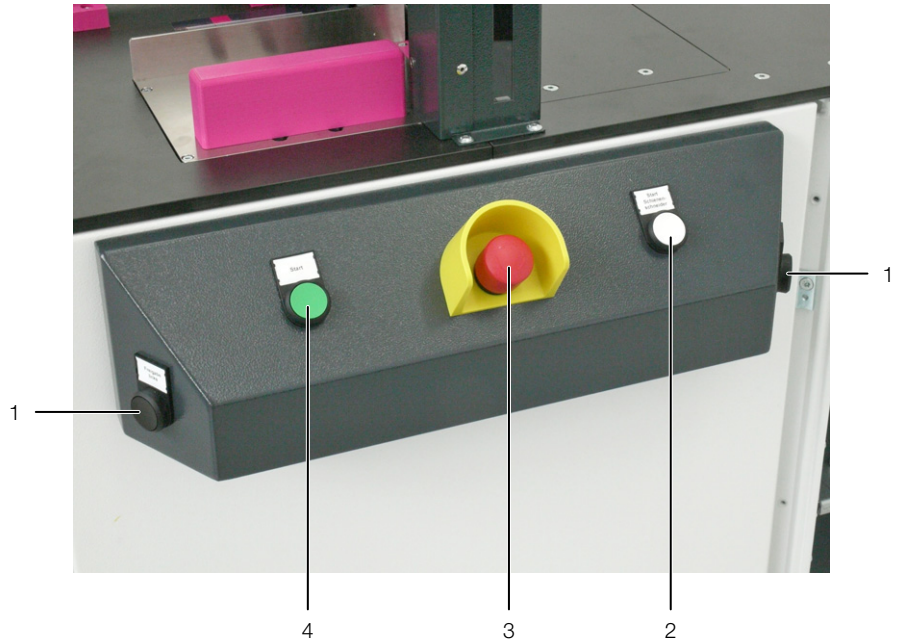

图 3: 操作控制台上的操作元件
- 5 操作控制台（图 3）
在操作控制台上安装有一个紧急停止按钮，通过操作该按钮可以针对所有过程中断电源供应（图 3，位置 3）。操作面板和图形式用户界面仍然接通电源。
通过“双手通道”（图 3，位置 1）两个开始按钮，可以启动和停止切割线缆槽和线缆槽盖板。